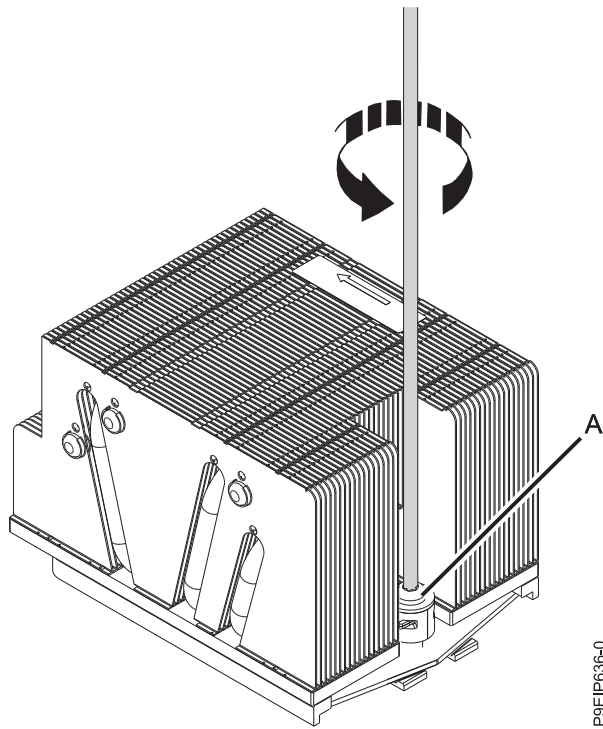

Figure 70. Desserrage de la vis du bras de chargement du dissipateur thermique
5. Desserrez la vis du bras de chargement (A) du dissipateur thermique du processeur système que vous retirez à l'aide d'un tournevis Phillips n°3, comme indiqué dans la figure 70, à la page 65.